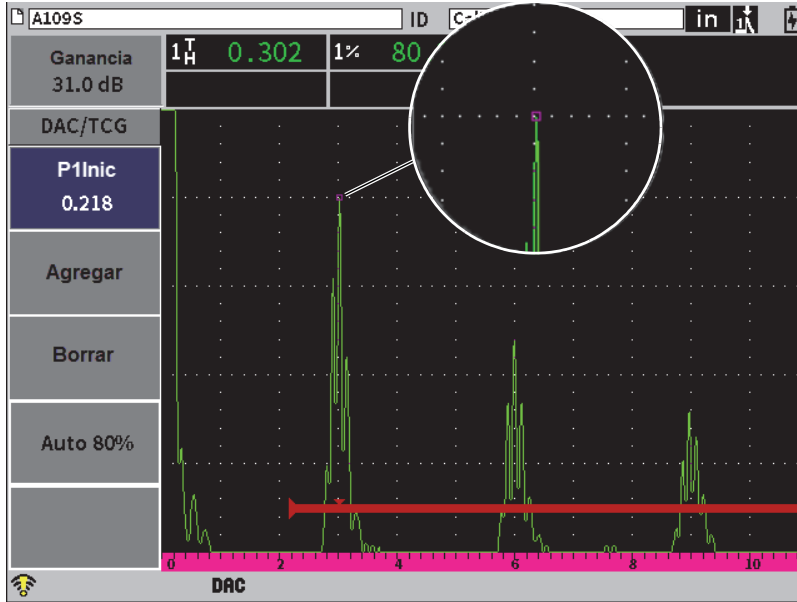

Figura 11-4 Primer punto DAC
2. Pulse la tecla TAB para resaltar el botón **Agregar**; después, pulse la tecla ENTRAR para agregar el primer punto (vea la Figura 11-4 en la página 182).